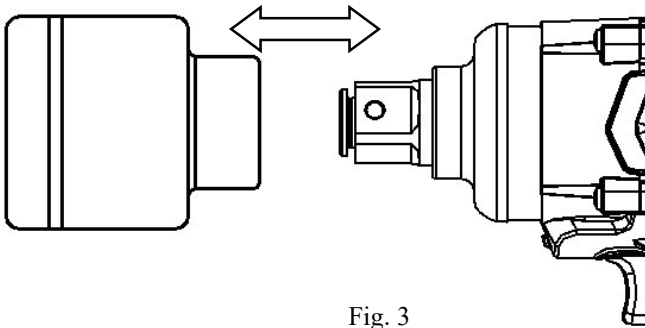

Fig. 3
1. Insérez une douille dans le carré d'entraînement. (Voir la Fig. 3)
Retirez la douille de l'enclume directement. (Voir la figure 3)